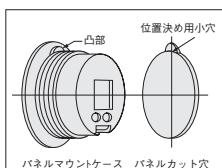

図1
- パネルに取り付ける際は、パネルマウントケースフランジ部裏側の凸部とパネルカット穴の位置決め用小穴との位置図(図1参照)を合わせてから行なってください。